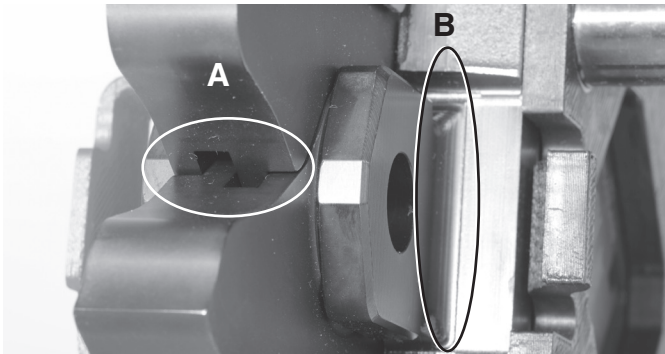

Figure 2B – Zones à examiner pour signes de déformation des bras (A) ou de la platine de montage (B)
- La déformation de la platine de montage ou de la zone d'articulation des bras (*Figure 2B*),